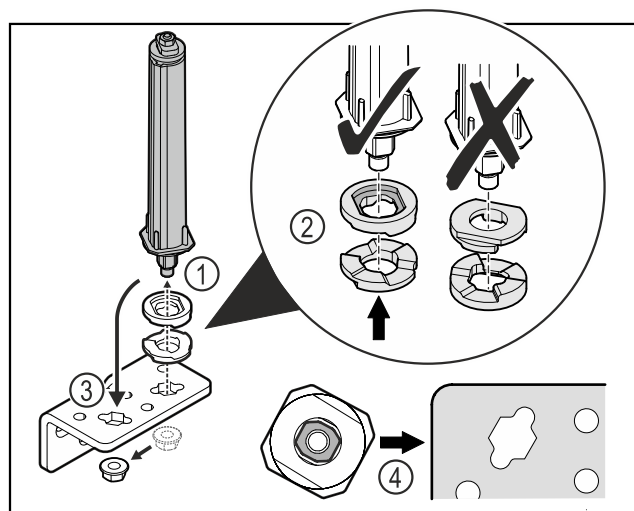

Fig. 47
- ▶ Odvijte matice in odstranite sistem za zaklepanje vrat Fig. 47 (1).
- ▶ Pazite na pravilno razporeditev podložk za nastavljanje višine Fig. 47 (2).
- ▶ Sistem za zaklepanje vrat prestavite v kotniku tečaja in ga fiksirajte z matico Fig. 47 (3).
- ▶ Pri vstavljanju pazite na pravilno naravnost sistema za zaklepanje vrat Fig. 47 (4).